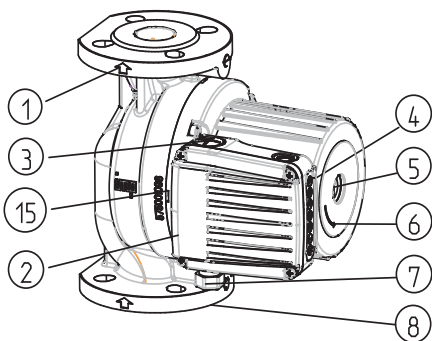
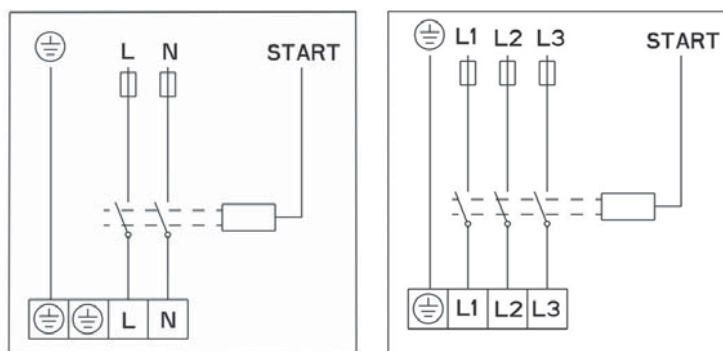

fig. 2
fig. 4
- la direzione del flusso dell'acqua attraverso la pompa deve coincidere con la direzione della freccia sul telaio della pompa (fig. 2-POS.1).
- le flange di montaggio sono PN 6/10 (fig. 2 – POS. 8)
- SCRF– le pompe dispongono di un telaio idraulico semplice (fig. 2 – POS. 8)
Il conduttore di allacciamento viene collegato tramite il raccordo M20 (fig. 2 - POS. 7).
Il collegamento elettrico va effettuato secondo lo schema di collegamento (fig. 4) riportato sulla parte inferiore del coperchio del motore. Prima del eseguire il collegamento bisogna svitare il coperchio superiore (fig. 2 - POS. 2)
Ogni pompa è capace di coprire l'area di tre caratteristiche idrauliche. Ciò viene reso possibile grazie al montaggio di un elettromotore dotato di tre differenti velocità. Per ottenere le caratteristiche prescelte ovvero le velocità, ① ② ③ la pompa dispone di un tasto da premere ➤ (fig. 2-POS.4) con il quale si commutano le velocità.
Spegnere la pompa, chiudere le valvole sulla parte di pressione e di aspirazione della pompa, svitare la vite di sfiato con il cacciavite (fig. 2-POS.5) che va immesso nell'intaccatura sull'albero. Questo va girato fino a che non svanisce la forza di attrito. Stringere quindi la vite di sfiato.